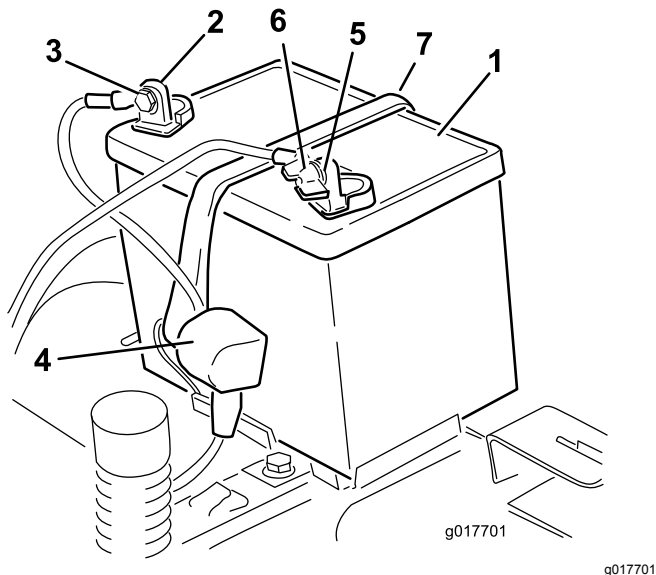

Bild 52
4. Klemmen Sie das Minuskabel (schwarz) vom Batteriepol ab (Bild 52).
6. Klemmen Sie das Pluskabel (Rot) vom Batteriepol ab (Bild 52).
7. Nehmen Sie die Batterieklemme ab (**Bild 52**) und heben Sie die Batterie aus dem Batteriefach heraus.
1. Setzen Sie die Batterie in das Fach (Bild 52).
5. Befestigen Sie die Batterie mit der Befestigung (Bild 52).